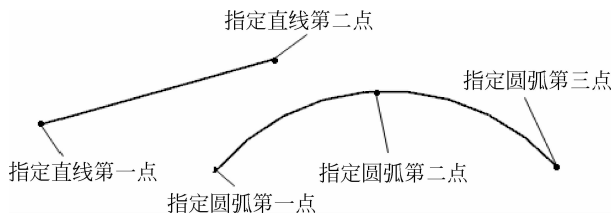

图 3-12 直线圆弧的创建
(1)  直线：绘制直线。在绘图区用鼠标左键任意选择所绘制直线的两点, 即绘制一条直线, 鼠标中键结束直线绘制, 如图 3-12 所示。
(2)  圆弧：三点绘制圆弧。在绘图区用鼠标左键任意选择所绘制圆弧的三个点即绘制完成圆弧, 如图 3-12 所示。